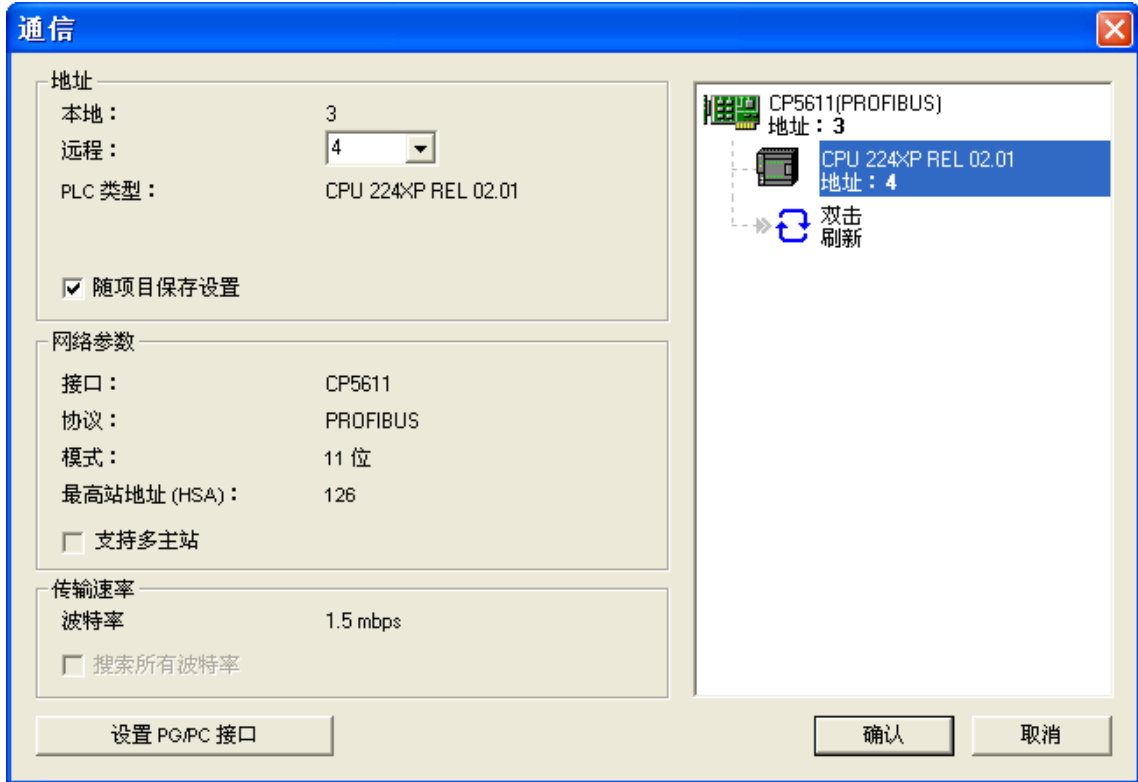

图 19
3. 双击“刷新”搜索 200CPU 节点地址，选中该节点，地址栏中的远程地址更改为 EM277 地址“4”如图 19，点击“OK”退出，通讯配置完成